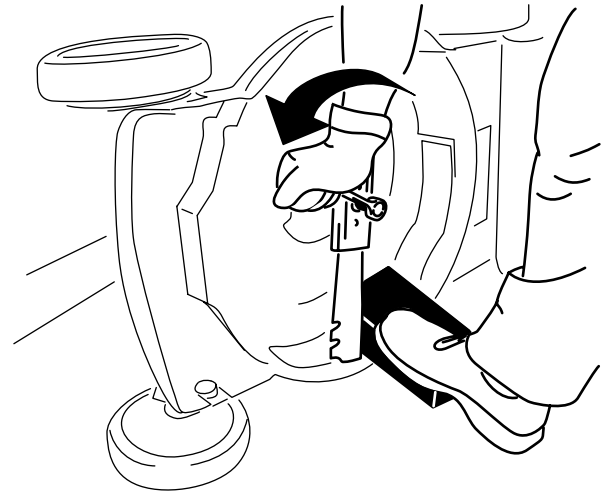

Figure 21
2. Immobilisez la lame avec un morceau de bois (Figure 21).
3. Déposez la lame mais conservez les fixations (Figure 21).